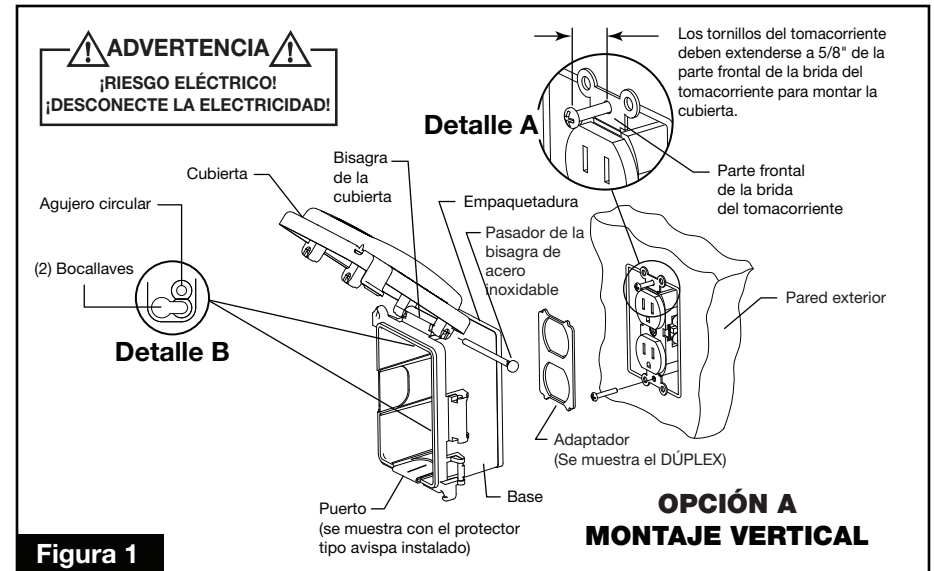
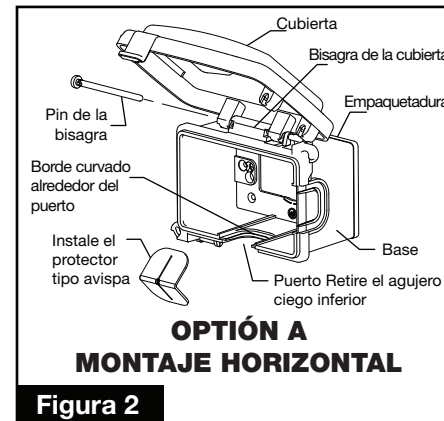

Figura 1
Figura 2
Use para montaje a ras e instalaciones de caja para lugares húmedos. Fije la BASE usando los tornillos del tomacorriente. Montaje vertical (Figura 1) o montaje horizontal (Figura 2).
NOTA: Posicione la BASE con la BISAGRA DE LA CUBIERTA en la parte superior y el PUERTO abierto en la parte inferior. Instale el tomacorriente en la caja insertando sin apretar los tornillos del tomacorriente en la caja. Enrosque los tornillos hasta que las cabezas se extiendan a 5/8" de la parte frontal de la brida del tomacorriente (Figura 1, Detalle A). Presione los pines del adaptador dentro del tomacorriente o interruptor (Figuras 4 y 5). Coloque las bocallaves de la BASE sobre el tomacorriente/ o / tornillos del interruptor (Figura 1, Detalle B). Asegúrese de que la junta recubra los bordes de la caja y apriete los tornillos para asegurar la BASE.
Verifique que el GFCI esté asegurado firmemente a la caja. Inserte (2) tornillos (suministrados) a través de los agujeros CIRCULARES superiores e inferiores (Figura 1, Detalle B) de la BASE en los agujeros roscados del GFCI. Asegúrese de que la junta recubra los bordes de la caja y apriete los tornillos para asegurar la BASE. Vea los pasos 5, 6 y 7.